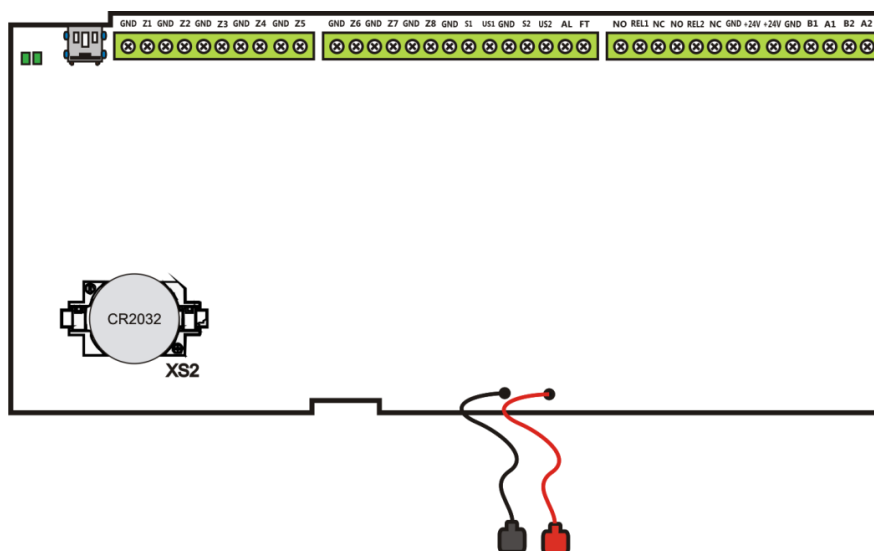

Рисунок 9 – Размещение батареи на основной плате ППКП
- Заменить батарею на новую (разъем XS2, рис. 9);
Размещение батареи часов приведено на рис. 9.